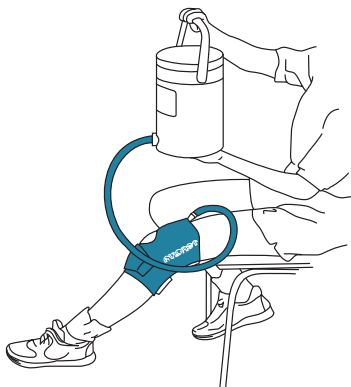

Figure 3
3. Remplir et mettre le Cryo/Cuff sous pression (Figure 3)